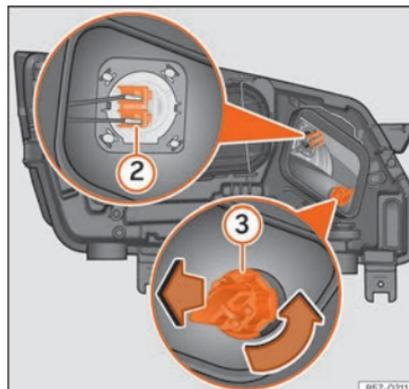

Fig. 56 No compartimento do motor: lâmpada da luz de máximos ② e lâmpada intermitente ③.
- Pressione a parte lateral do conector »» **Fig. 56** ② para a esquerda ou para a direita e puxe.
- Rode o porta-lâmpadas »» Fig. 56 ③ para a esquerda e puxe.